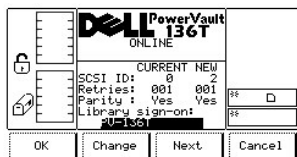

图 67. 设置 > 磁带库 > SCSI > 磁带库注册对话框
- 1 如果按下**下一个**软键下方的按钮，则列表中的下一个字段将成为活动字段。如果下一个字段是磁带库注册字段，请参见图 67。